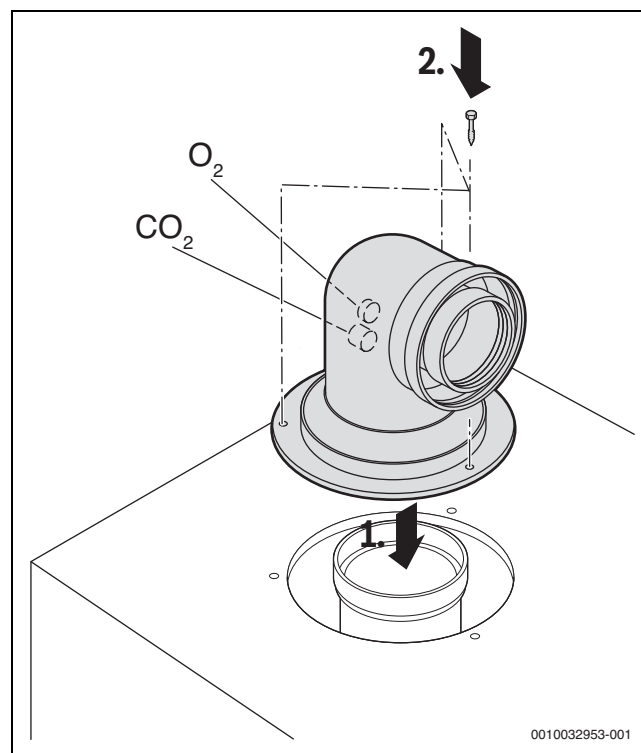

Fig. 33 Applicare l'accessorio del sistema aspirazione aria/ evacuazione prodotti della combustione e fissarlo con 3 viti
- Collegare l'accessorio del sistema aspirazione aria / evacuazione prodotti della combustione (→ fig. 33).